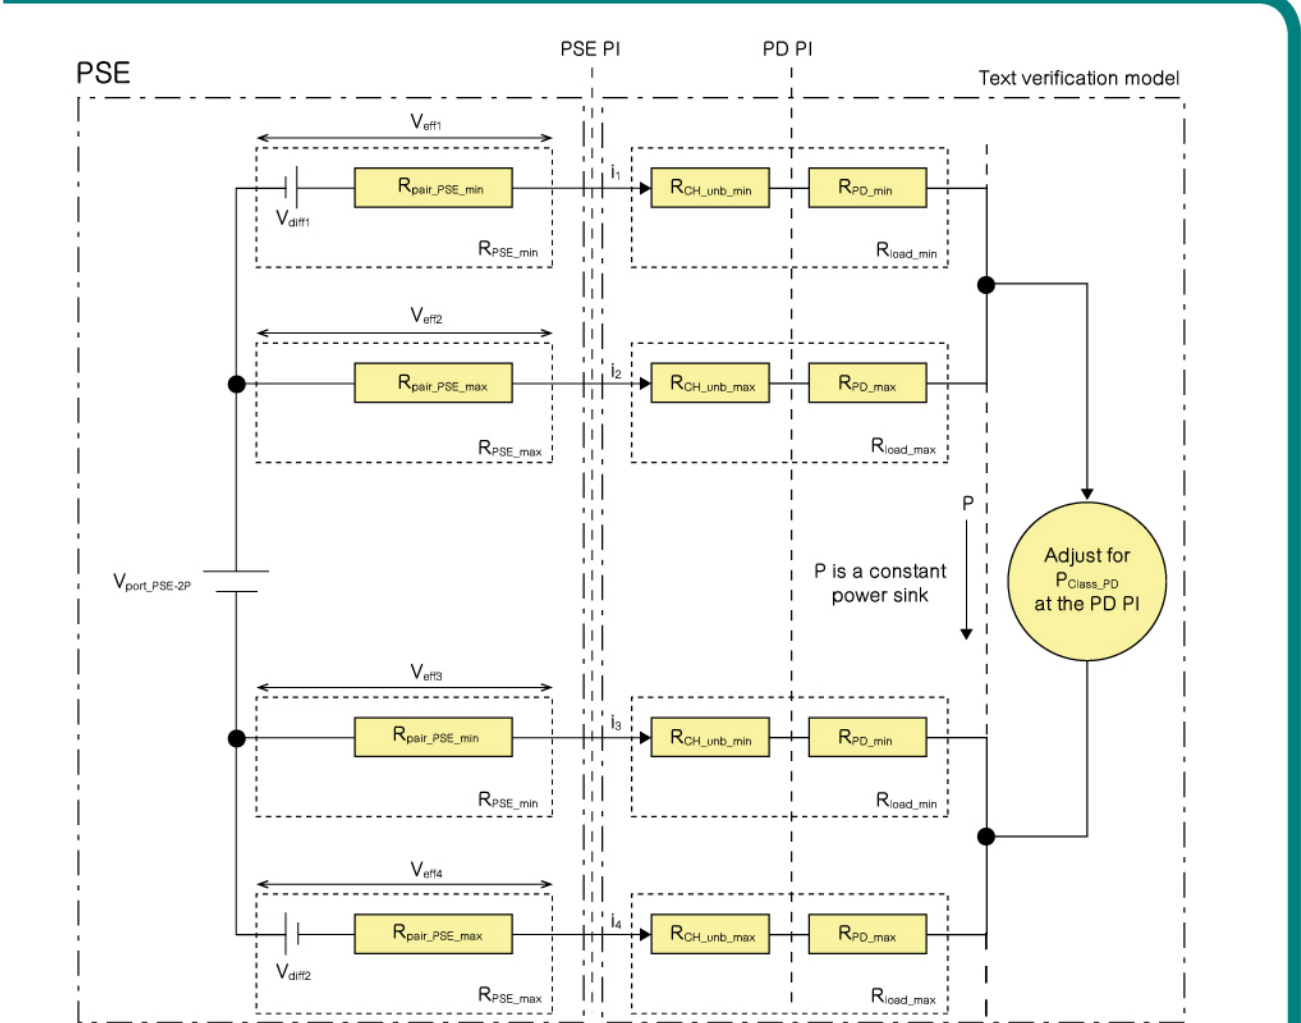

图3: PD电流不平衡验证电路
- 1) 注意由于PSE和PD之间的通道中的其他设备(二极管、变压器等)引起的电流不平衡(请参见图3)。只要设计人员意识到这种不平衡,就可以采用创造性的方法来减轻这种不平